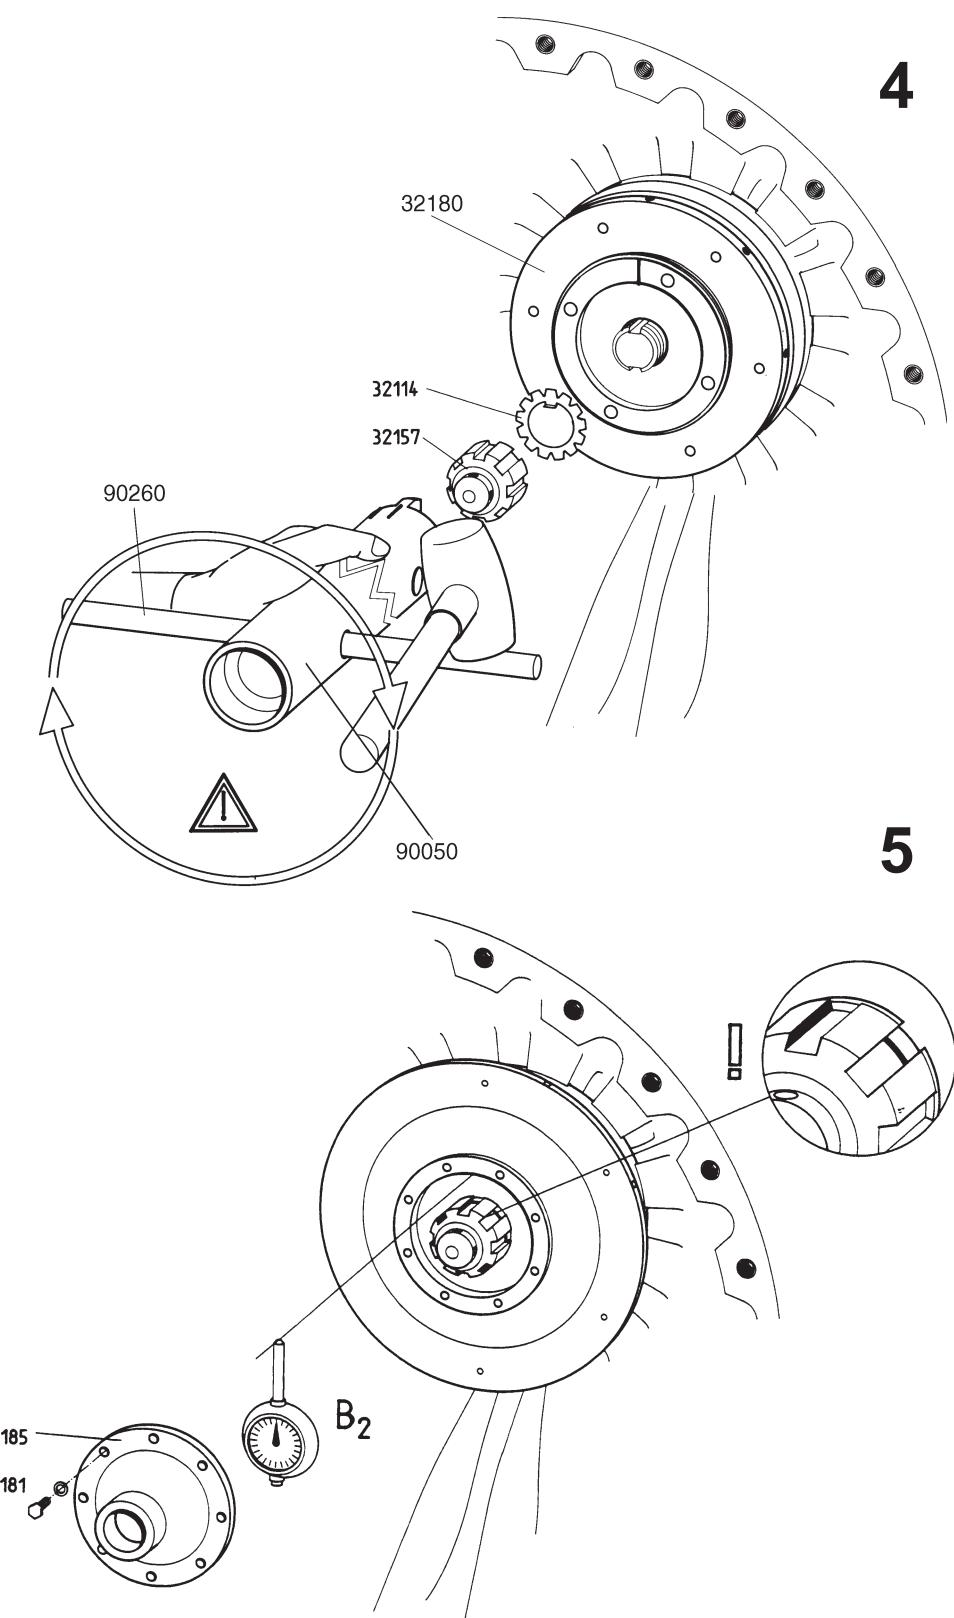

Fig. 5-10
- Carefully fit the socket screws (76021) with the locking washers resp. locking edge washers (76022) to the bearing (32100) and tighten them (see fig. 5-10/2).
Make sure that the retainer of the locking plate points towards the bearing space cover (s. fig. 5-10/3).
- Steckschlüssel (90050) aufstecken und in der radialen Verlängerung der "0-Marke" (rechte) am Schmierrad (32180) eine Markierung anbringen (s. Fig. 5-10/4).
- Die Hutmutter (32157) durch Schlagen mit dem Hammer auf den Drehstift (90260) festziehen, bis die zweite Markierung auf dem Steckschlüssel (90050) mit der Markierung am Schmierrad (32180) übereinstimmt. Dabei den Steckschlüssel (90050) von Hand stützen (s. Fig. 5-10/4).